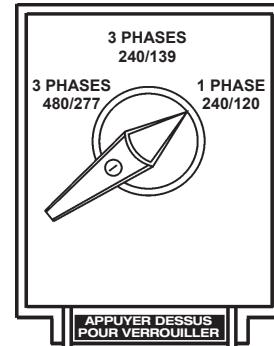

Figure 26. Commutateur de sélection de tension Position 1Ø-240/120V
1. Mettre le commutateur de sélection de tension dans la position 1Ø 240/120 comme indiqué dans la Figure 26.